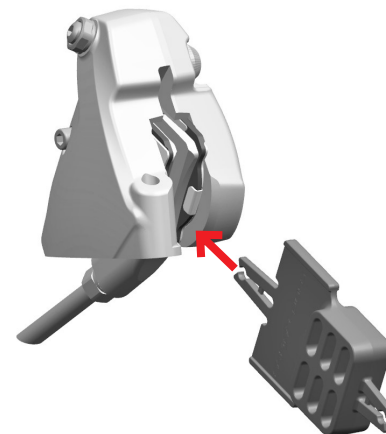
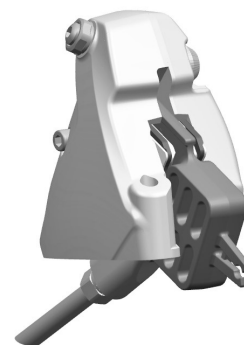

Fig.16
Fig.17
• Si tiene que desmontar las ruedas de la bicicleta, asegúrese de introducir la herramienta para el transporte (Fig. 16 / Fig. 17) que impide, en caso de accionamiento accidental de las manetas de freno, el acercamiento de las pastillas del freno y, por tanto, introducir el disco.